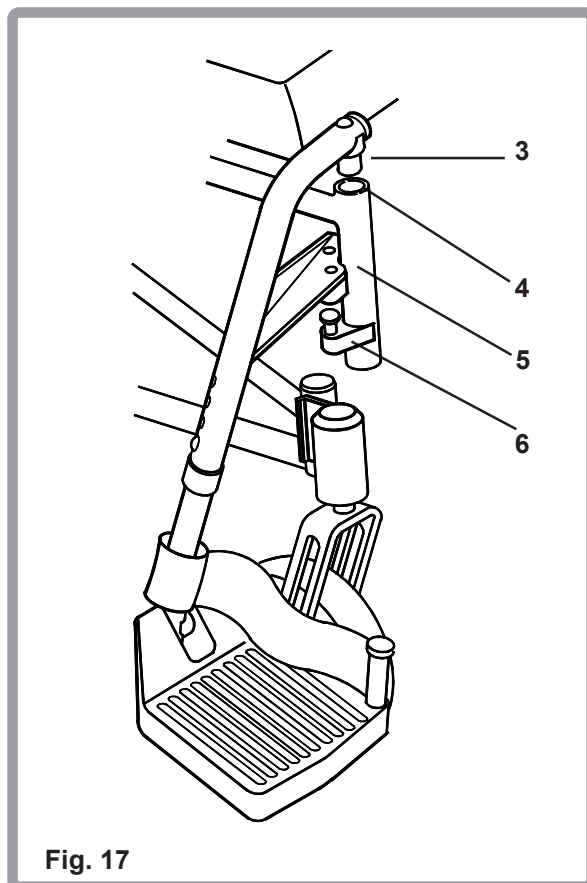

Fig. 17
Para volver a colocar un reposapiés (Fig. 17), inserte el soporte-pivote giratorio (3) en el receptor (4) ubicado en el tubo frontal (5), con el reposapiés mirando en dirección contraria al armazón. Gire el reposapiés hacia adentro hasta que quede bloqueado en posición en el montante de bloqueo (6).